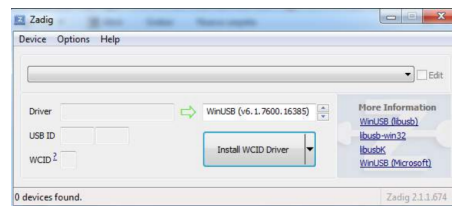

Figura 18: Entorno del software corrector Zadig para Windows.
- **Paso 8:** Al abrir la aplicación, se presenta la Figura 18. Antes de proceder, el usuario debe conectar la placa, posteriormente, debe abrir el menú contextual *Options* y presionar sobre *List all devices*